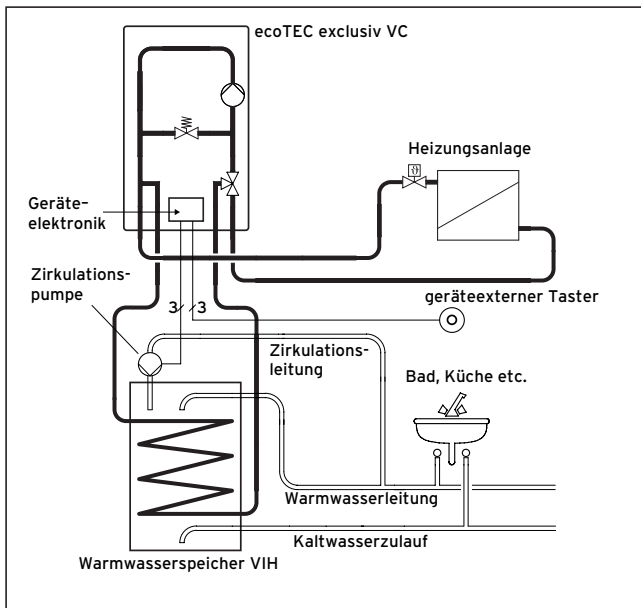
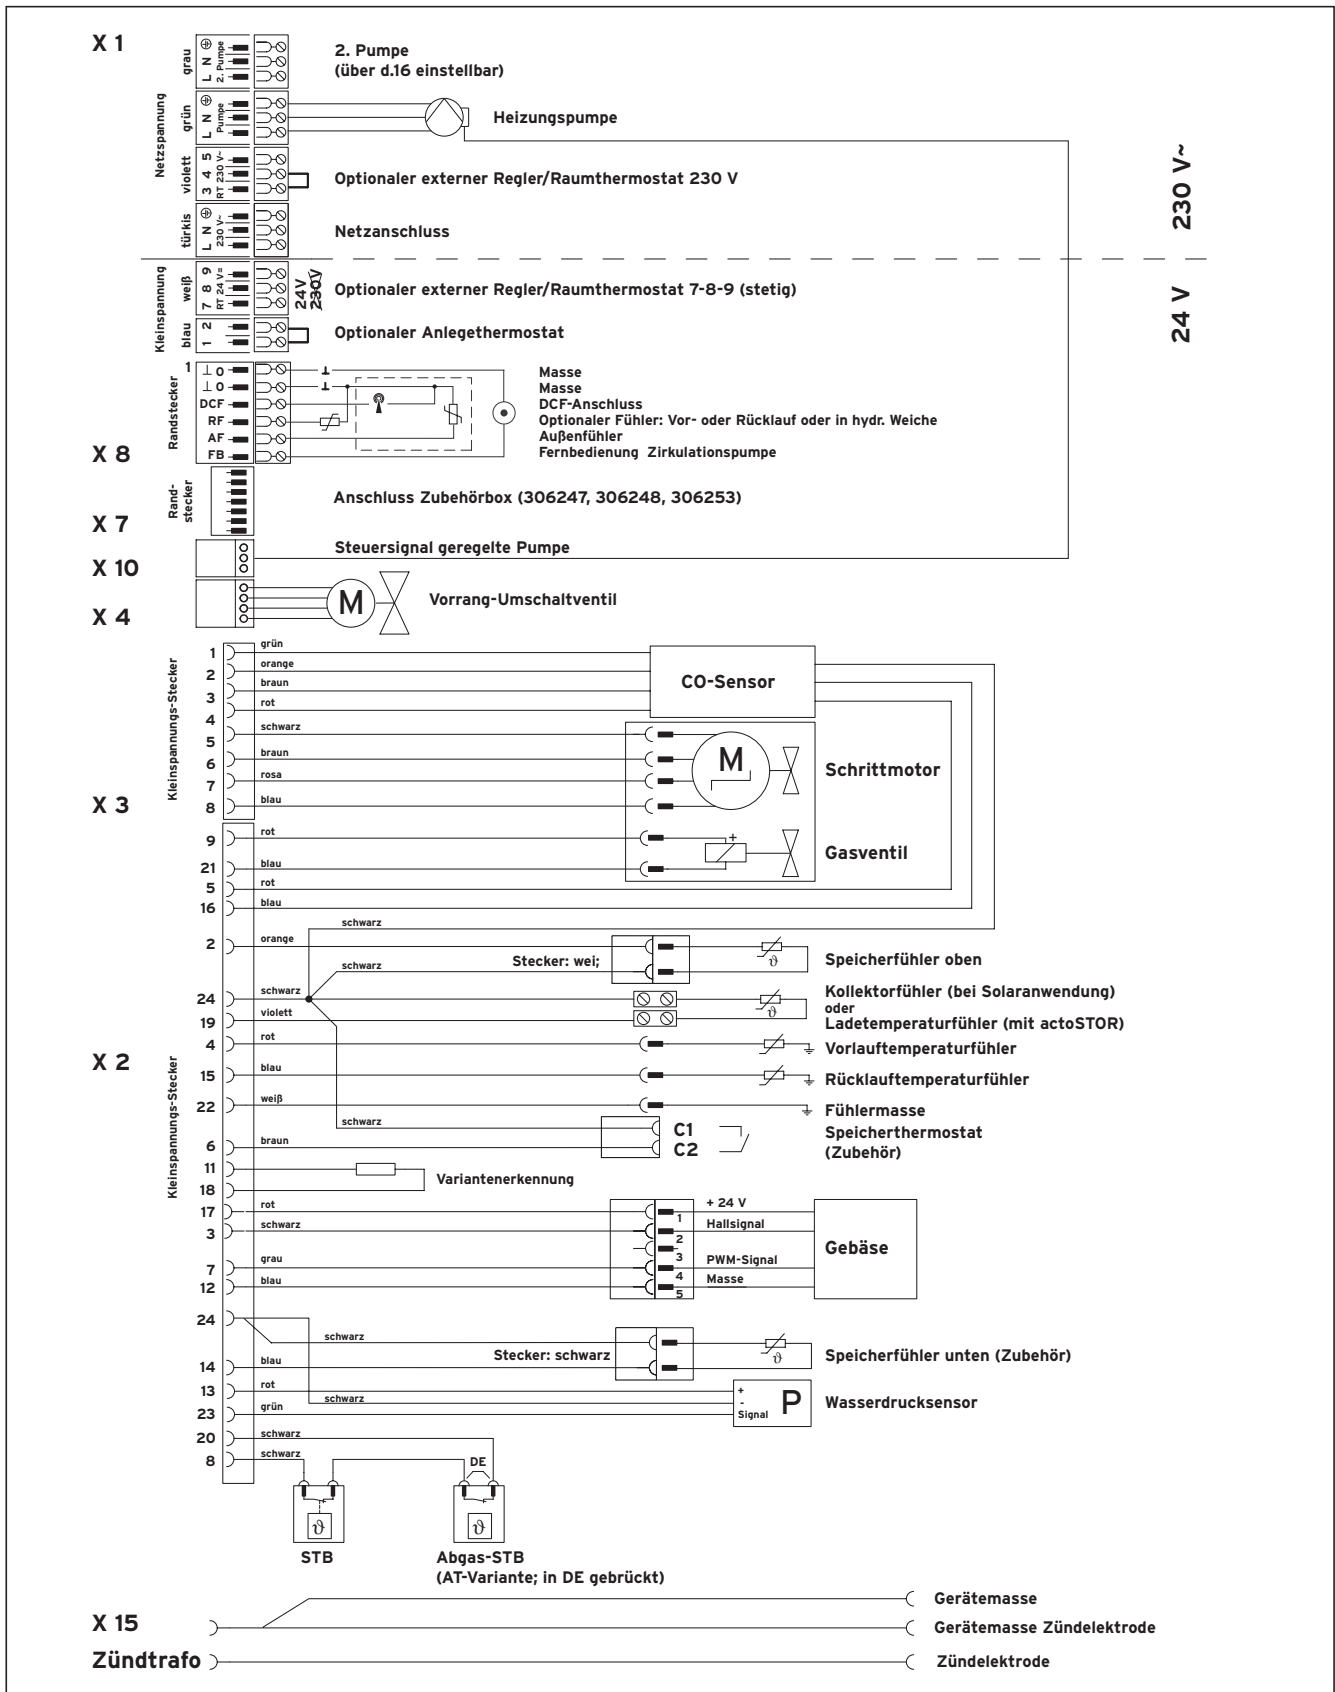

Abb. 4.9 Bedarfsabhängige Ansteuerung einer Zirkulationspumpe
Abb. 4.10 Anschlussplan ecoTEC exclusiv VC
- Schließen Sie die Anschlusskabel entsprechend Abb. 4.10 an die Steckplätze der Elektronik an (L, N und Erde). Verwenden Sie den ProE-Stecker des entfernten Netzanschlusskabels.
- Schließen Sie die Anschlusskabel entsprechend Tab. 4.2 und Abb. 4.10/4.11 an die entsprechenden ProE-Stecker bzw. Steckplätze der Elektronik an.
- Schließen Sie die Anschlusskabel entsprechend Tab. 4.2 und Abb. 4.10/4.11 an die ProE-Stecker bzw. Steckplätze der Elektronik an.
Die Elektronik des ecoTEC exclusiv bietet die Möglichkeit, die Zirkulationspumpe eines Warmwasserspeichers bedarfsgerecht (ähnlich wie ein Treppenlichtautomat) anzusteuern (s. Abb. 4.9). Die Ansteuerung erfolgt über einen bauseits zu stellenden, geräteexternen Taster, der an einer beliebigen Stelle in der Wohnung, z. B. Bad oder Küche, installiert sein kann. Der Taster wird an Klemmen X8/1 und X8/6 der Elektronik des ecoTEC exclusiv angeschlossen (s. Abb. 4.10). Bei Betätigung des Tasters wird die Zirkulationspumpe in Betrieb genommen. Nach 5 Minuten wird die Pumpe wieder abgeschaltet. Es können mehrere Taster parallel geschaltet werden. Unabhängig von der externen Ansteuerung der Zirkulationspumpe ist die Funktion „Ansteuerung durch programmierbare Zeitfenster“ durch einen Regler weiterhin möglich.
- Schließen Sie die Solarpumpe entsprechend Abb. 4.10 an den entsprechenden ProE-Stecker bzw. der Elektronik an.